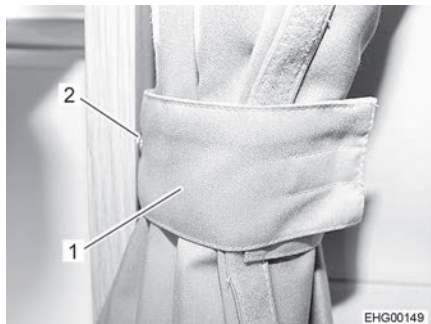

Fig. 13 Tendina oscurante, bloccata
- Bloccare le due metà della tendina oscurante con l'asola (Fig. 13,1) e il bottone automatico (Fig. 13,2).